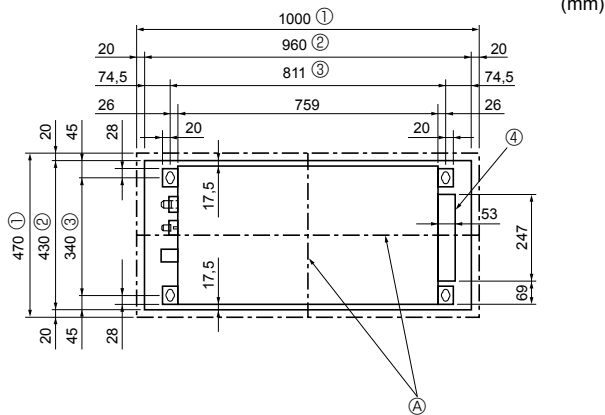

Fig. 2-3
2.3. Apertura del techo y ubicación de los tornillos de suspensión (Fig. 2-3)